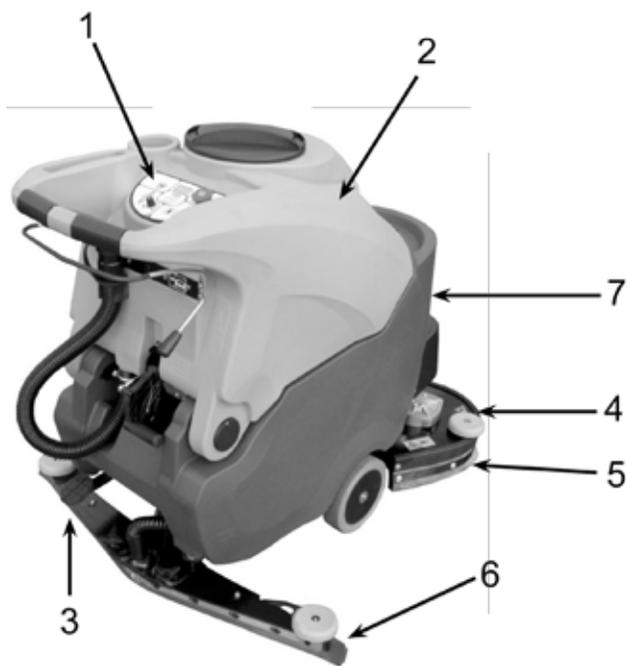
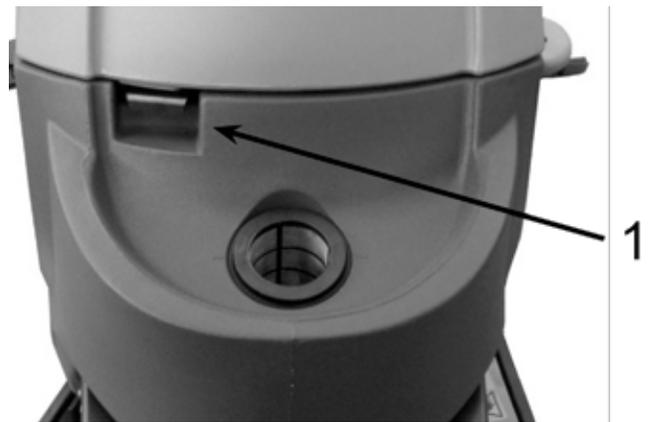

Fig.2
Fig.4
- **Le réservoir de solution détergente (7) :** sert à contenir et transporter le mélange d'eau propre et du produit nécessaire au nettoyage;
- **Le réservoir de récupération (2) :** sert à récupérer l'eau sale aspirée sur le sol pendant le lavage;
- **Tableau de commande (1) ;**
- **Groupe tête (4) :** l'élément principal est composé des brosses/rouleaux (fig. 2, rep. 5), qui distribuent la solution détergente sur le sol tout en enlevant la saleté;
- **Pédale de relevage, tête (3) :** elle permet de relever la tête de brosses pendant les déplacements.
2. Séparer le réservoir de récupération (fig. 2, rep. 2) du réservoir de solution (fig. 2, rep. 7), en tirant le crochet de déblocage (fig. 4, rep. 1).
La raclette (fig. 2, rep. 6) est le dispositif chargé du séchage.